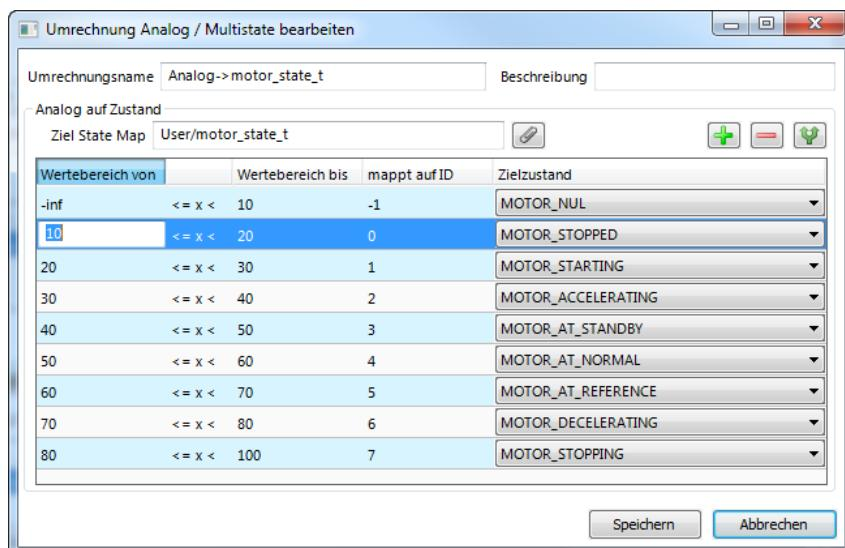

Abbildung 17: Bearbeiten einer Umrechnung von Analog auf Multi-State.
5. Ein Beispiel zum Bearbeiten einer Umrechnung von Analog- auf Multi-State-Werte ist in Abbildung 17 gezeigt. Geben Sie einen **Umrechnungsnamen** ein, dann bearbeiten Sie die Spalte **Wertebereich von** und wählen jeweils den gewünschten **Zielzustand** aus.